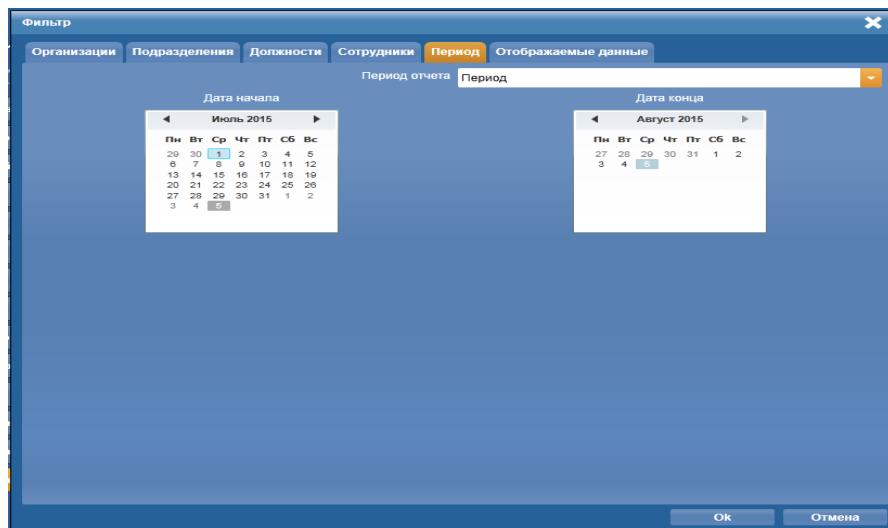

Рисунок 47.Окно Фильтр вкладка Период
6) На вкладке **Период** (Рис. 47) в развертывающемся списке **Период отчета** выбрать один из способов задания временного интервала, по которому будут сформированы данные в журнале учета рабочего времени. Если в развертывающемся списке выбрано значение **Период**, то становятся активными календарные формы **Дата начала** и **Дата конца**. При помощи них можно выбрать границы формирования данных в журнале учета рабочего времени.